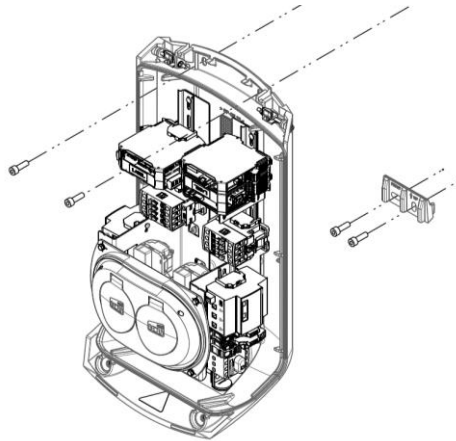

Abbildung 1: 3-phasiges Modell
3. Senken Sie die Ladestation senkrecht auf den Aufhängeblock ab (Abb. 1).
4. Befestigen Sie die Ladestation an der Oberseite mit 2 Schrauben mit höchstens 8 mm Durchmesser. (Abb. 1);